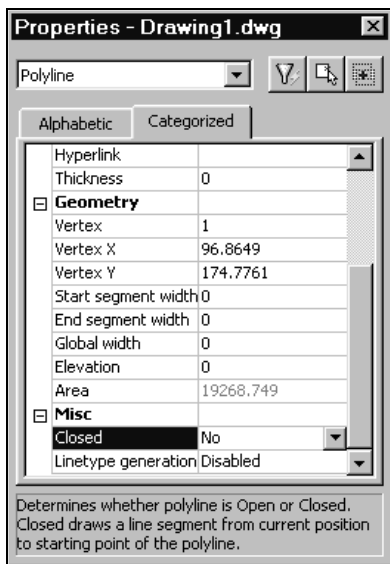

Рис. 2.1. Редактирование замыкания полилинии в окне **Properties**
3. В диалоговом окне **Properties** (Свойства) изменить редактируемые параметры полилинии. Так, например, для замыкания или размыкания полилинии необходимо на вкладке **Categorized** (По категориям) в группе полей **Misc** (Разное) найти поле **Closed** (Замкнуто) и установить в нем **Yes** (Да) или **No** (Нет) соответственно (рис. 2.1).